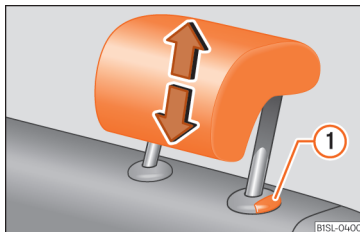

Abb. 67 Kopfstütze hinten einstellen.
- Kopfstütze in Pfeilrichtung nach oben oder bei gedrückter Taste » Abb. 67 ① » nach unten schieben.